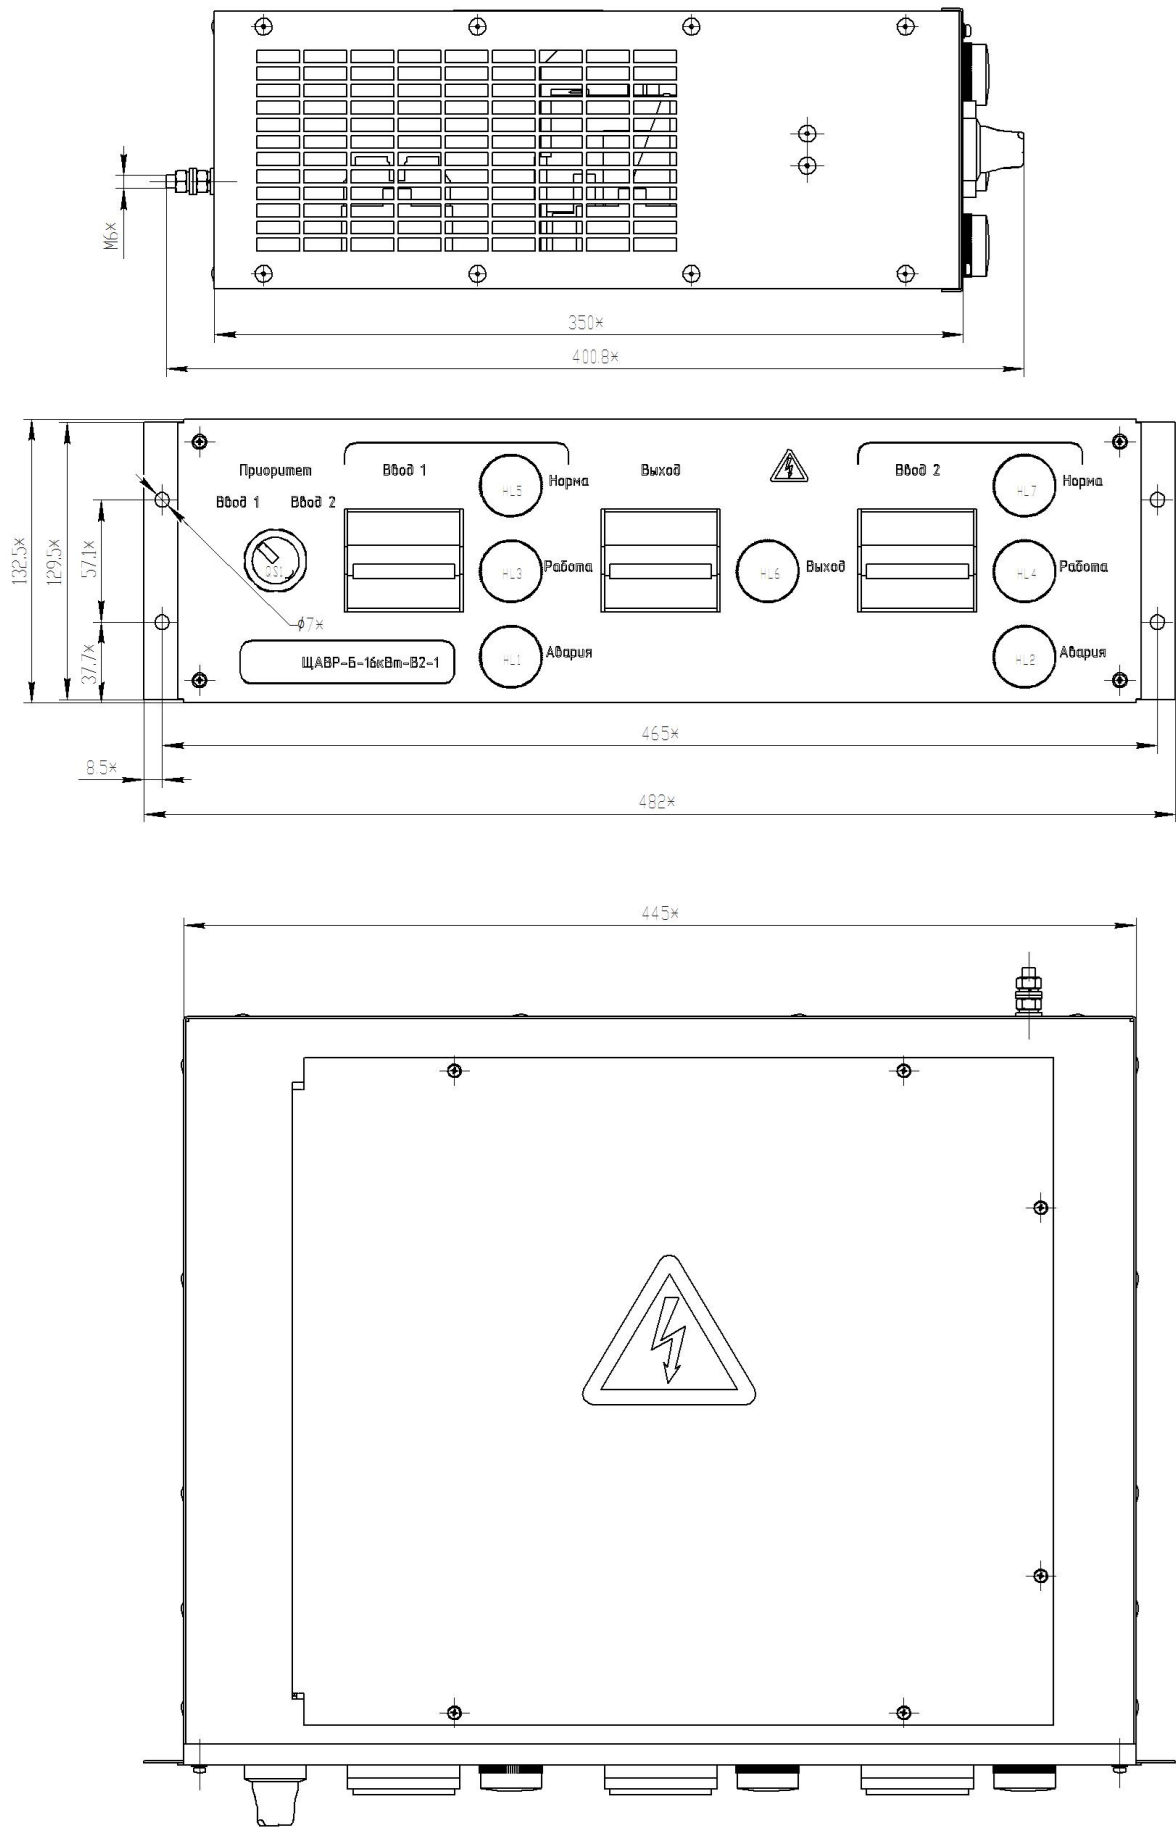

Рис.1. Габаритно-присоединительные размеры щита автоматического включения резерва ЩАВР-Б-8кВт-В2-2.
3.2.4 Габаритно-присоединительные размеры щита указаны на рис. 1.